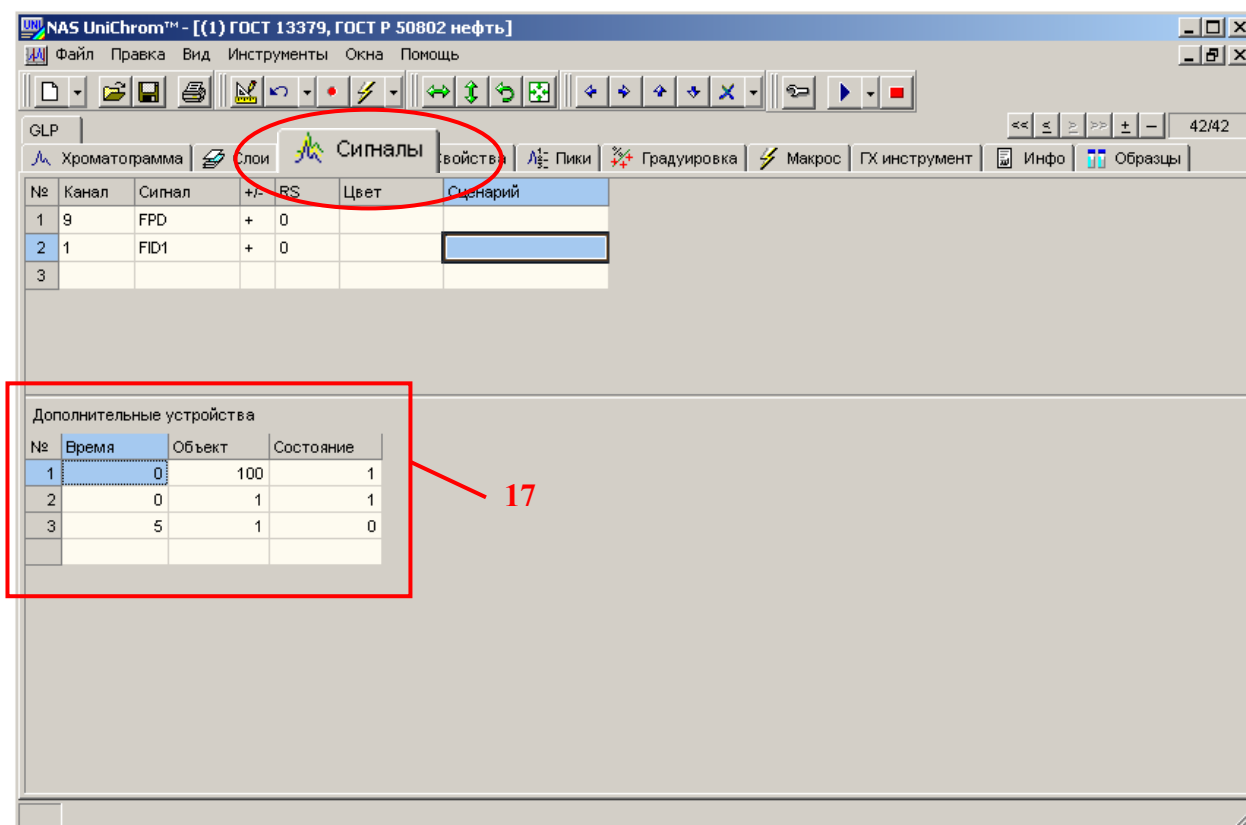

Рис. 29. Таблица событий для дополнительных устройств.
- Введите программу работы автоматического крана-переключателя в таблице «Дополнительные устройства» (в таблице событий) (см. Рис. 29), поочерёдно щёлкая левой кнопкой мыши в поля редактирования таблицы, вводя требуемые значения и нажимая клавишу «Ввод» («Enter») для подтверждения ввода новых данных.